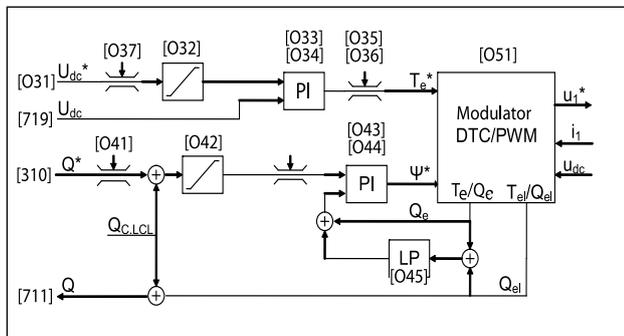

Abb. 39 U_{dc}- und Q-Steuerungselemente im AFR.
Die AFR-Steuerung ist auf den Antriebsmode [213] Udc-Mode beschränkt, bei dem die Aktivleistung über den Udc-Regler [O30] geregelt wird, der den Aktiv-Leistungsfluss zwischen Netz und Last ausgleicht, d. h. die Energieausgleichssteuerung. Die Udc-Steuerung [O30] bietet Parameter für eine kundenspezifische Konfiguration wie (siehe Abb. 39):
- Die Q-Steuerung [O30] bietet Parameter für eine kundenspezifische Konfiguration wie (siehe Abb. 39):